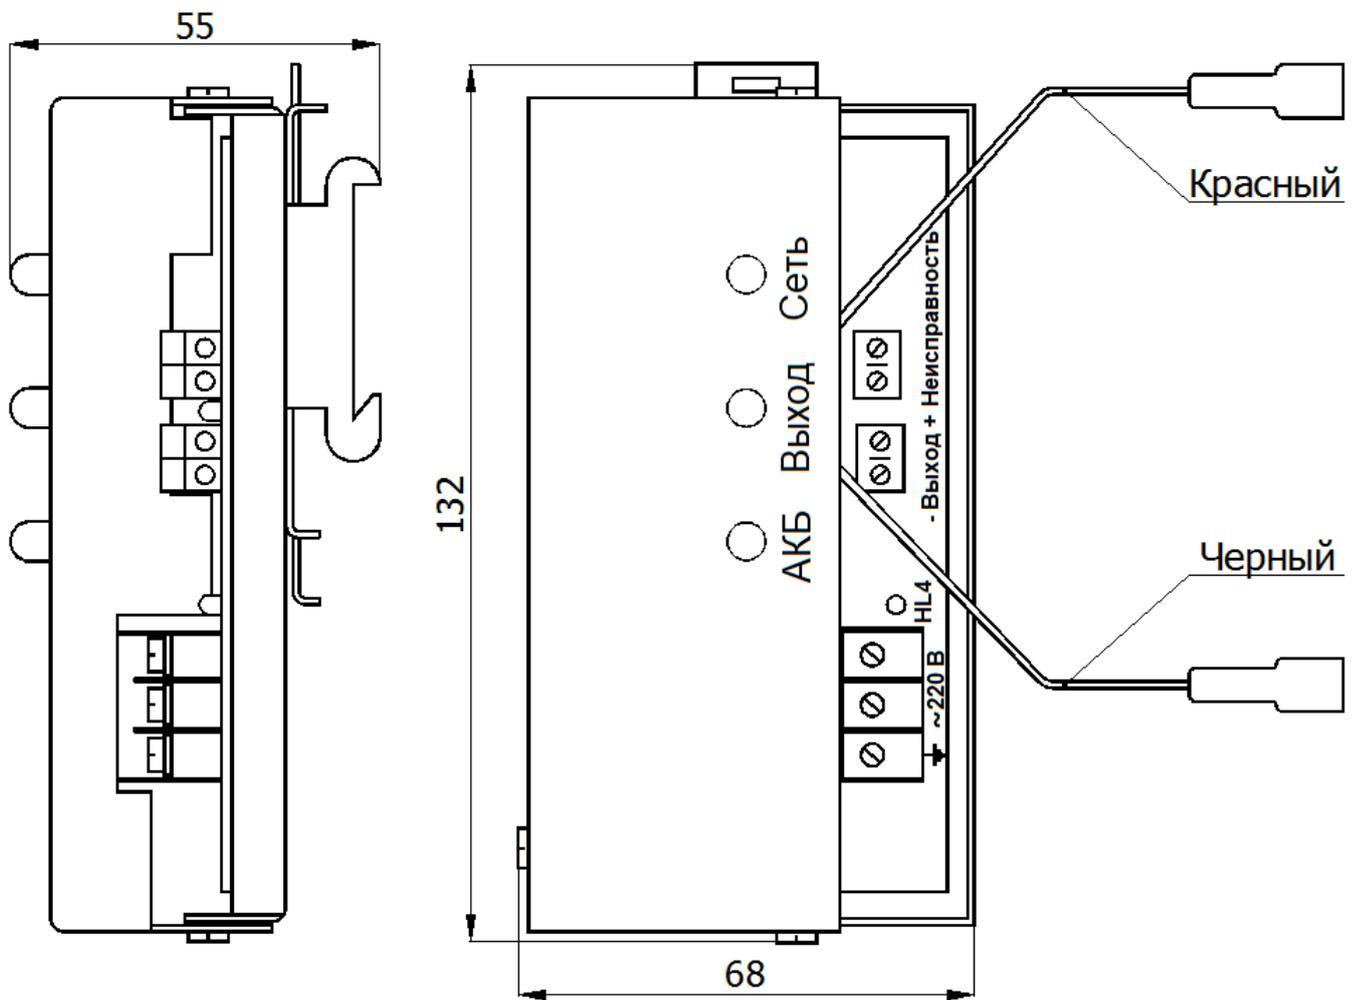

Рисунок 1 - Общий вид БРП
- в) подсоединить провода питания к контактам колодки зажимов \sim 220 В в соответствии с маркировкой (см. рисунок 1);